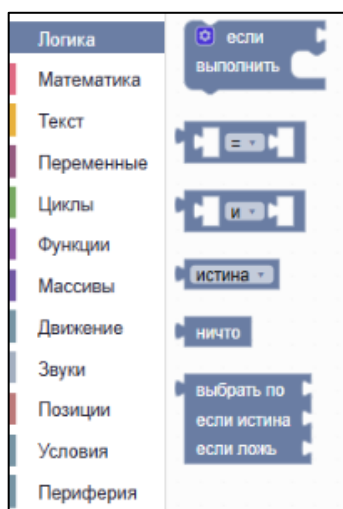

Рисунок II-12 – Раздел «Логика»
- Раздел «Логика» – набор блоков с логическими командами (см. Рисунок II-12).